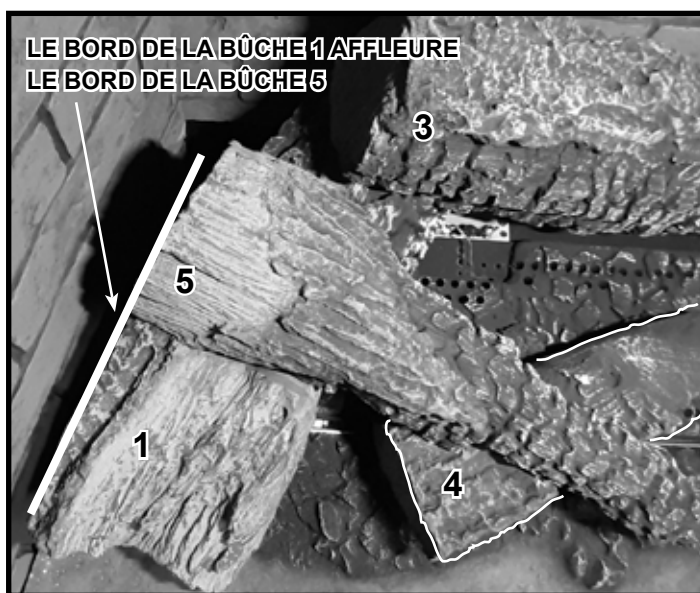

Figure 10 Placez la bûche n° 5 (BÛCHES-6K/BÛCHES-6KX/BÛCHES-6-BIR)
**BÛCHE-6K / BÛCHE-6KX / BÛCHE-6-BIR :** Placez la grande extrémité de la bûche n° 5 sur la zone plate de la bûche n° 1, mise en évidence dans la figure 3.A. L'autre extrémité repose sur la zone plate de la bûche n° 4, comme indiqué dans la figure 7. Le bord de la grande extrémité de la bûche n° 5 doit être aligné avec le bord arrière de la bûche n° 1, comme le montre la figure 10.